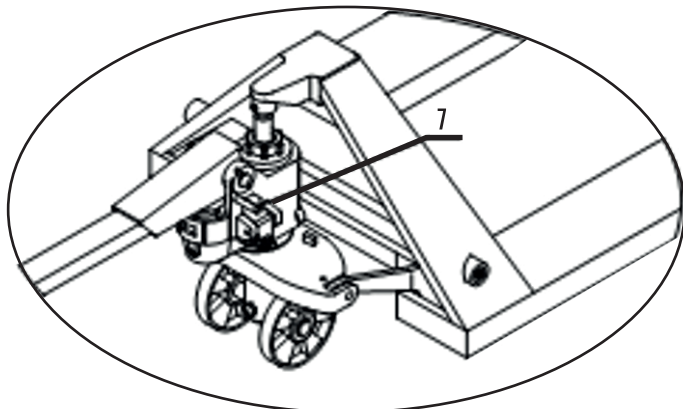

Fig. 3
3.6 Revise la Fig. 3, levante la palanca a una posición horizontal, extraiga el pasador 7 y guárdelo de manera adecuada para reemplazar la palanca cuando sea necesario. El ensamble se ha completado.